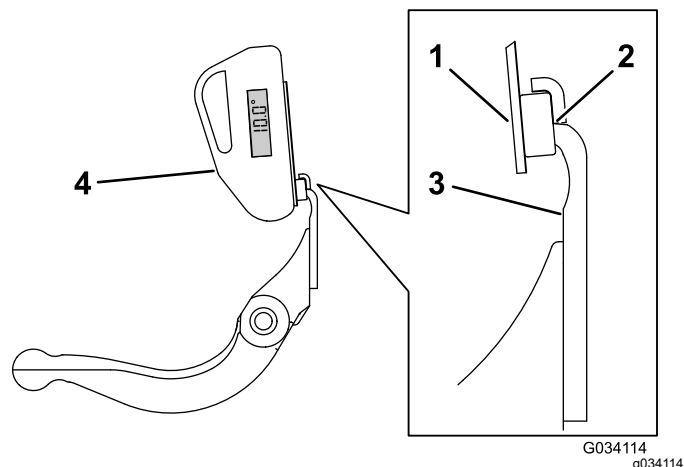

Рисунок 25
3. Установите крепление индикатора угла на кромке неподвижного ножа так, чтобы кромка магнита совпала с кромкой неподвижного ножа (Рисунок 25).
4. Установите индикатор угла на крепление, как показано на Рисунок 25.